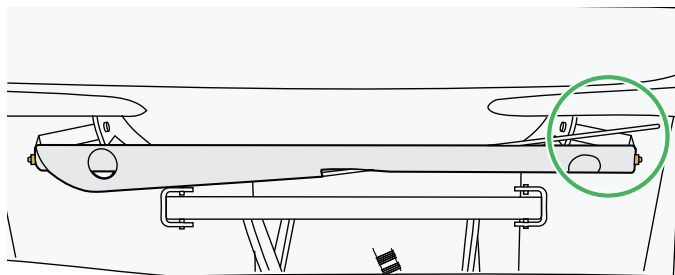

Figure 25
2. Attachez le rideau avec la barre. Voir Figure 25.